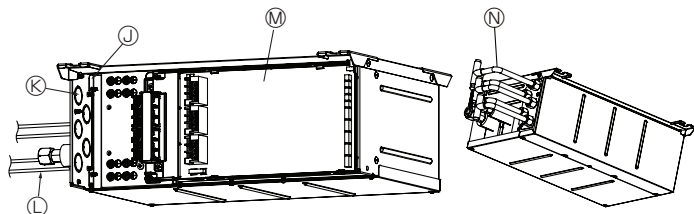

Fig. 8-7
- Para dividir el cableado de cada bloque de terminales en 2 derivaciones fuera de la caja de la rama, el uso de conducto de cables de dos derivaciones N. (Fig. 8-7)